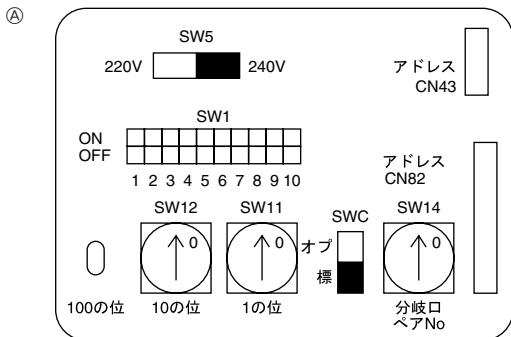

Fig. 7-4
7.3. Ρύθμιση διευθύνσεων (Fig. 7-4)